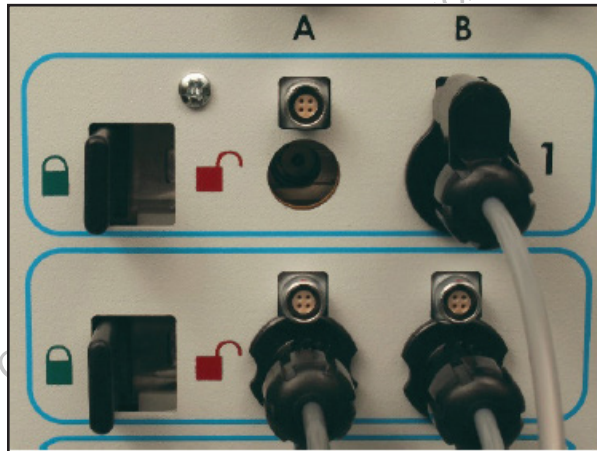

Abbildung 9. Blockieren der Nadel im Kanal
- Nach Einlegen einer Nadel in den gewünschten Kanal den Kanal durch seitliches Verschieben der Verriegelung weg von der Gerätemitte blockieren (Abb. 9).